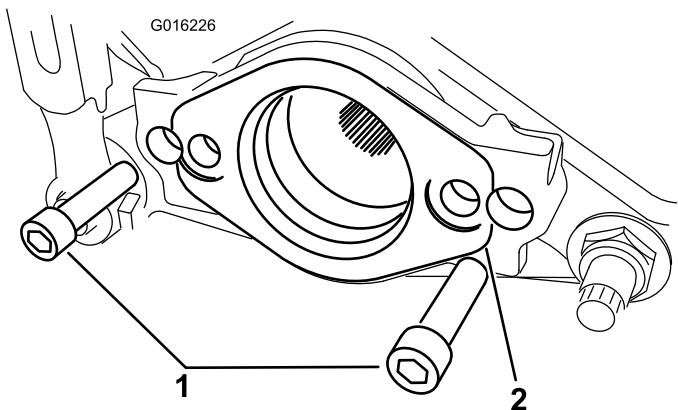

Рисунок 3
- Открутите два винта с внутренним шестигранником, крепящих монтажную опору двигателя с левой стороны режущего блока. Снимите монтажную опору двигателя (Рисунок 3).